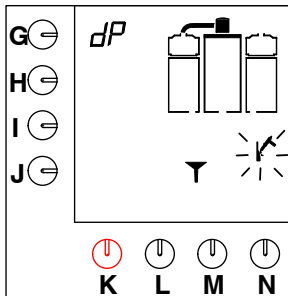

Fig. 16 Kaffebryggeren beder om afkalkningsmiddel
- Der lyder et signal, hammersymbolet blinker, og der vises en dragt i displayet (fig. 16).